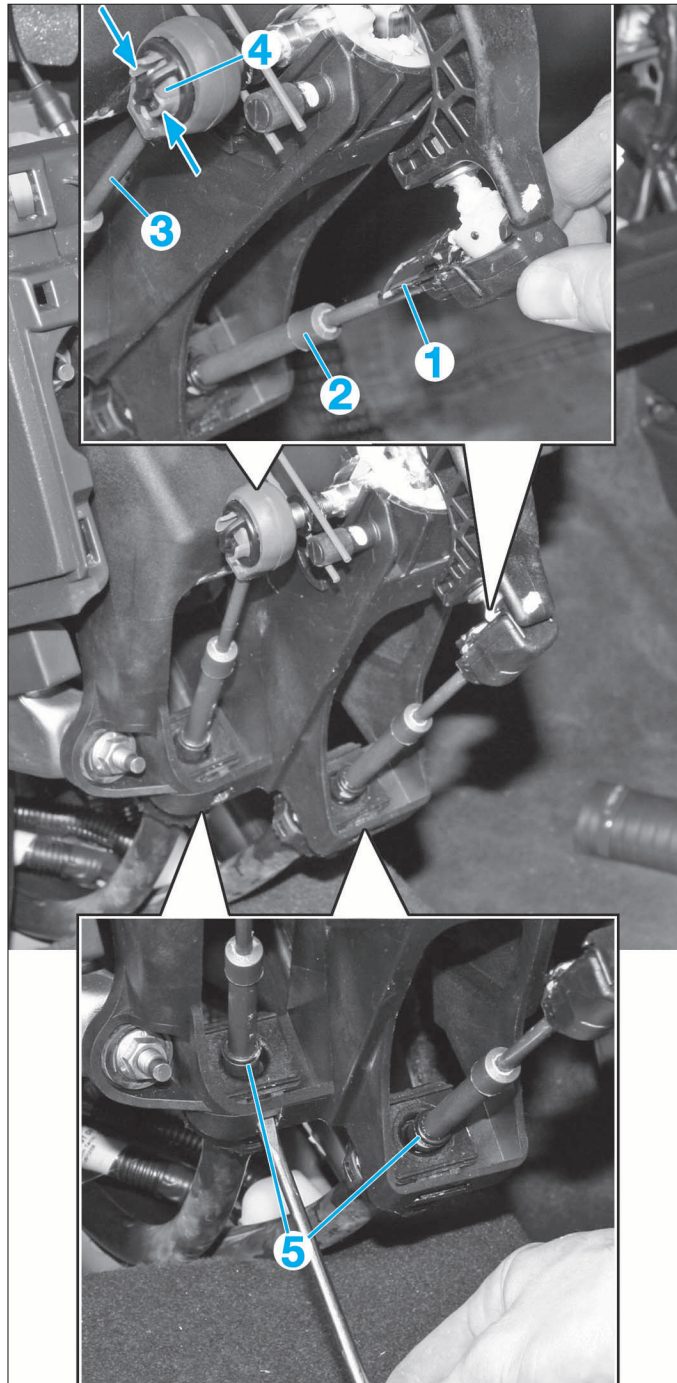
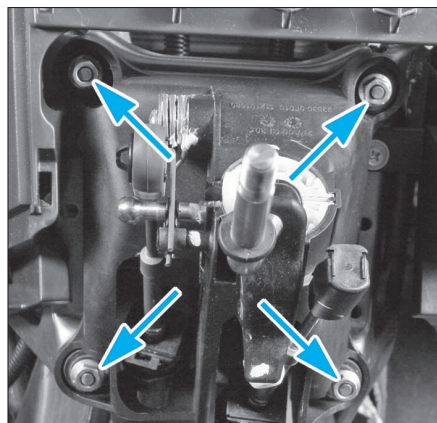

FIG. 10
FIG. 11
- Déposer le clip (1), puis le câble de commande de changement de vitesses (2) (fig. 10).
- Déposer le câble de commande de sélection (3) en pinçant les clips vert (4).
- Dégager les agrafes (5) puis les câbles.
- Déposer le levier de vitesses (4 vis) (fig. 11).